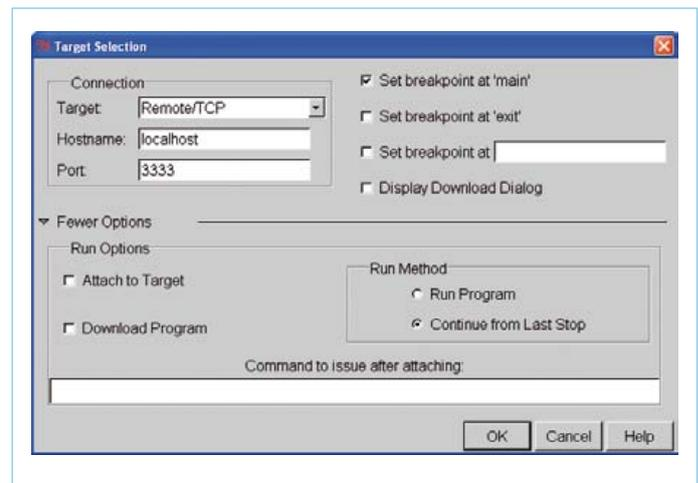

Bild 7. Mit diesen Einstellungen arbeitet Insight problemlos.
- Aus **Bild 7** sind die Einstellungen in Insight ersichtlich, die von Hand vorgenommen werden können (`File -> Target Settings...`).